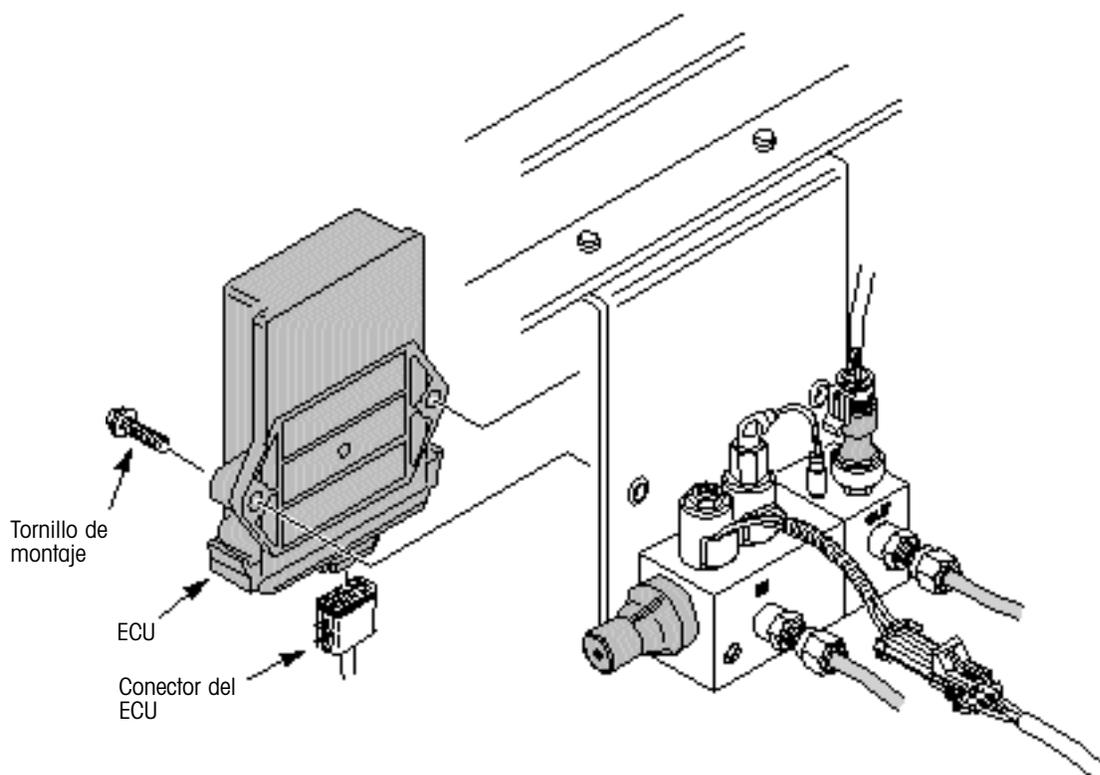

Figura 29. Reemplazo de ECU
2. Desconecte el conector del ECU (figura 29).